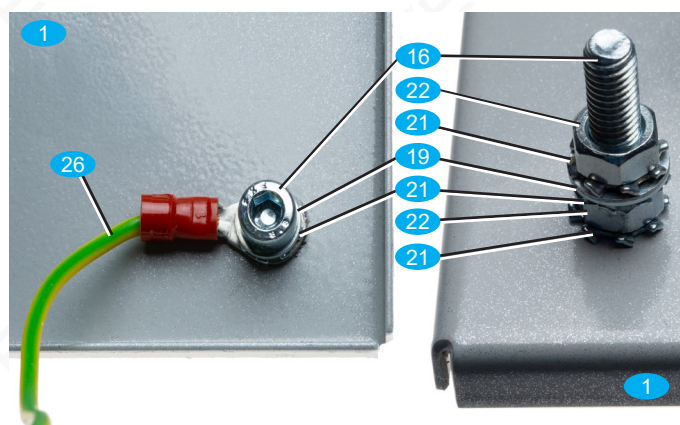

Bild 7: Funktionserdungsschraube (FE) innen / außen
- Montieren Sie zusammen mit dem Erdungskabel  die Funktionserdungsschraube (FE). Siehe Bild 7.